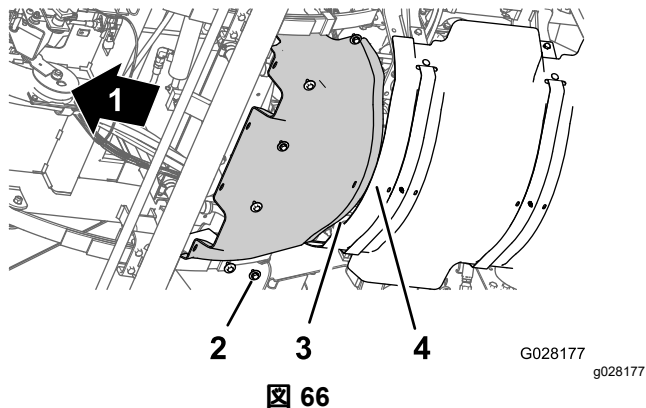

図 66
1. 前側防熱シールドの後部フランジを後防熱シールドの前側フランジに合わせる 図 66。
2. 前側防熱シールドの穴を、シャーシのねじ穴に合わせる 図 66。
3. 前側防熱シールドを機体に固定するソケットボルト6本とワッシャ6枚 図 66 ステップ 前側防熱シールドを取り外す \(ページ 49\), 3で外したものを使用する。